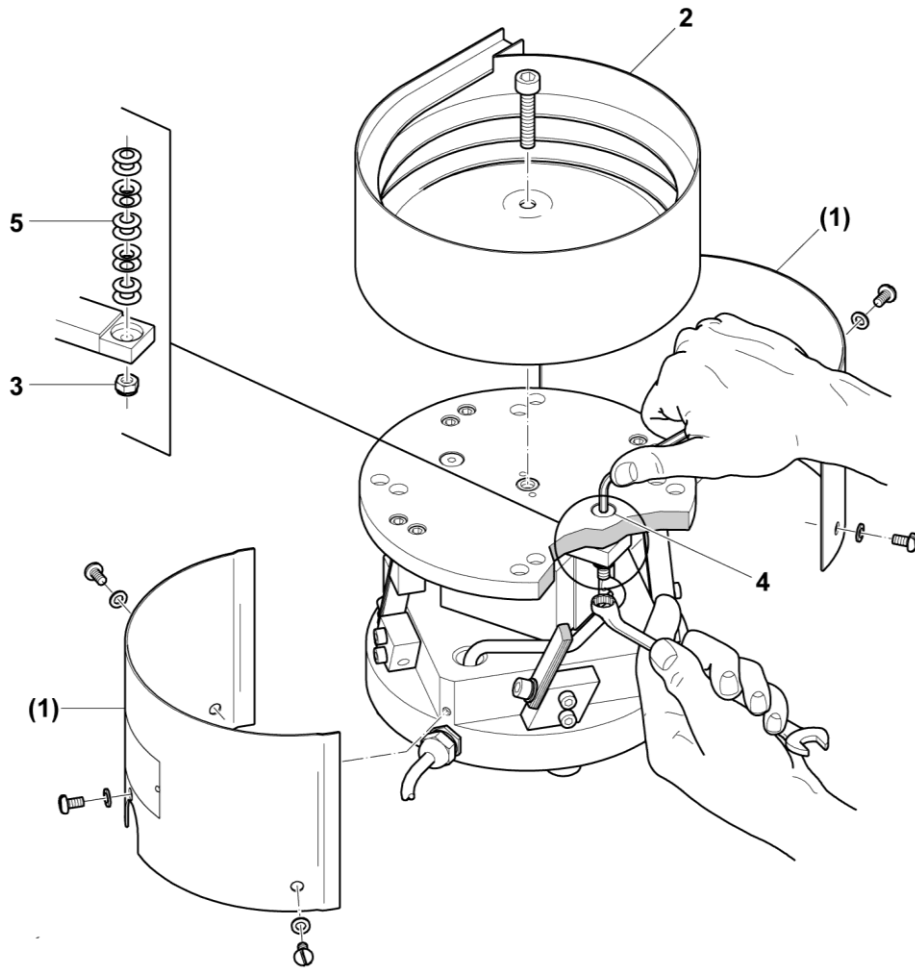

Figure 19
1. Retirer le coffrage (1) (reg. Figure 19)
2. Retirer le bol (2) (reg. Figure 19).
3. Retenir à l'aide d'une clé polygonale (taille 8) l'écrou de sécurité (3) et, à l'aide d'une clé Inbus (taille 3), tourner la vis à tête fraisée (4) dans la direction voulue des rondelles à plateau (5) (reg. Figure 19)